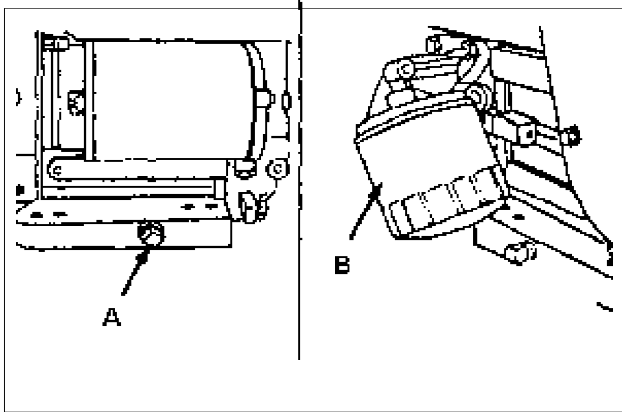

Fig.9
- (a) After warming up the engine drain all oil from the sump (A Fig.9).
- (b) Unscrew the oil filter (B Fig.9) from the side of the engine using a filter wrench and discard.
- (a) Laat na het opwarmen van de motor alle olie uit het carter lopen (A in Afb. 9).